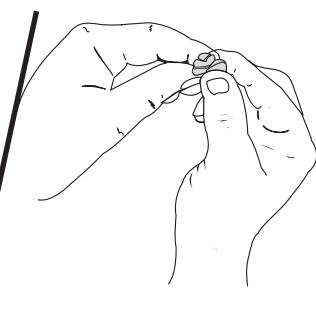

Fig. 27
5. Apriete el filtro para esparrcir y retirar el exceso de aceite (Fig. 27).